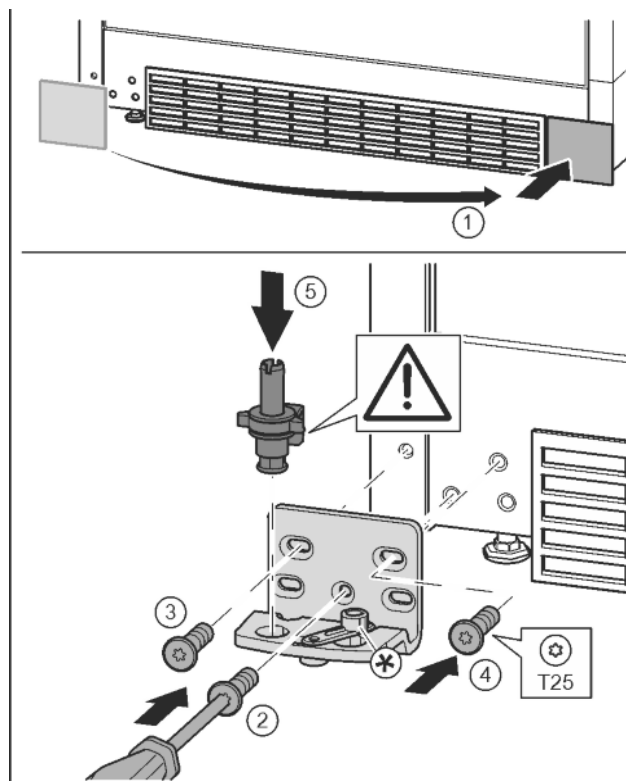

Fig. 14
- ▶ Снять крышку и поставить с другой стороны. Fig. 14 (1)
- ▶ Установить опорный кронштейн с другой стороны и прикрутить с помощью отвертки T25. Начинать с винта 2 в центре. Fig. 14 (2)
- ▶ Затянуть винты 3 и 4. Fig. 14 (3, 4)
- ▶ Снова установить опорный палец в сборе. При этом следить за тем, чтобы выступ фиксатора был направлен назад. Fig. 14 (5)